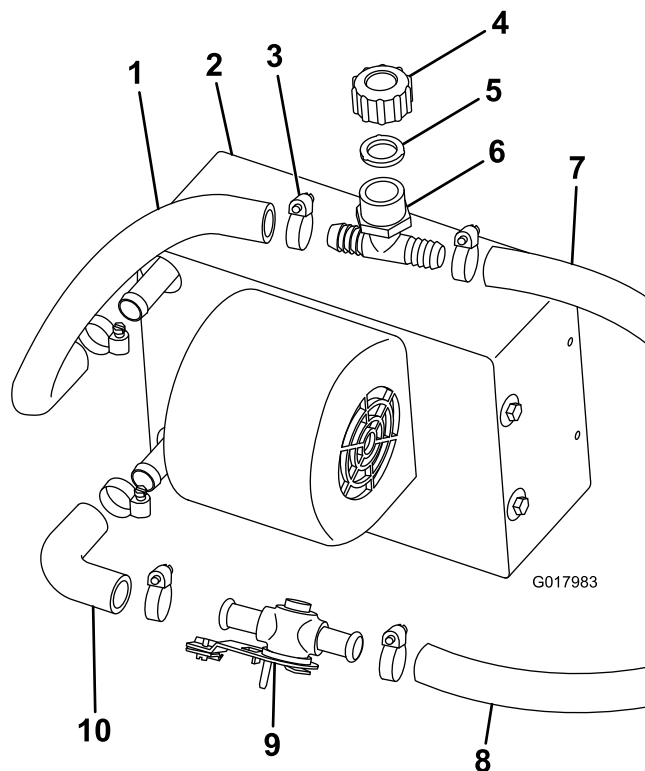

Figure 2
1. Fixez légèrement le flexible coudé au raccord inférieur du chauffage avec un collier (Figure 2).
2. Raccordez la vanne de chauffage au flexible coudé avec un collier (Figure 2).
3. Coupez un morceau de 31 cm du flexible (5/8 pouce) et fixez-le au raccord supérieur du chauffage avec un collier (Figure 2).
4. Fixez le raccord en T blanc, un joint et le bouchon au flexible supérieur du chauffage avec un collier (Figure 2).